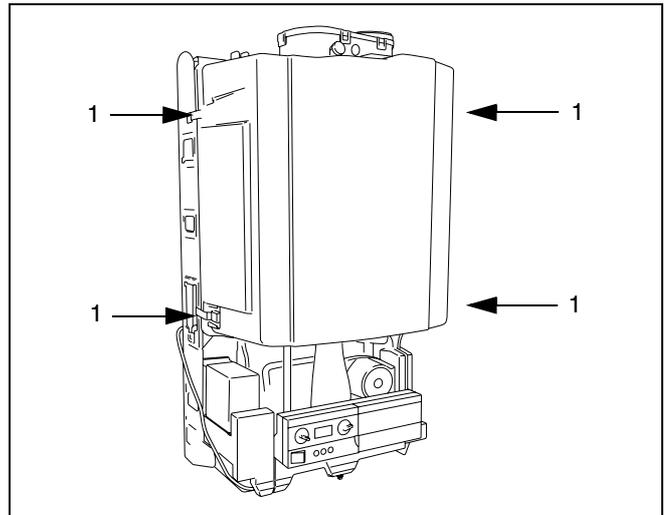

Fig. 34 Rimozione dell'involucro del ventilatore
- Aprire i ganci di chiusura rapida (fig. 34, pos. 1) e rimuovere l'involucro del ventilatore.